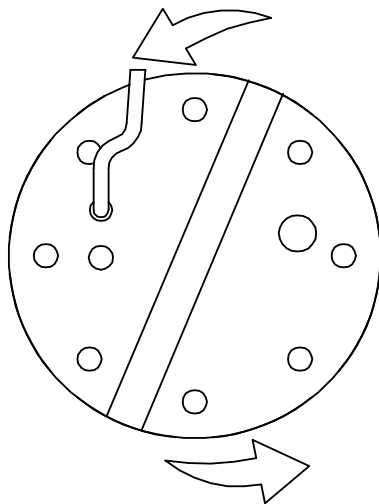

Fig. 2
3. Observer attentivement le contrecoup au démarrage, avec l'électropompe vue d'en haut. Si le sens de rotation est correct, la calotte supérieure se déplacera dans le sens inverse des aiguilles d'une montre comme l'indiquent les flèches sur le dessin (FIG 2).